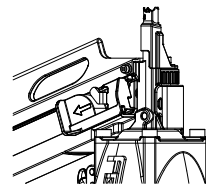

Figura 8
2. Empuje la almohadilla no estropeada a la herramienta que inserta la abertura de la punta sin marcas en la punta. (Ver figura 8)